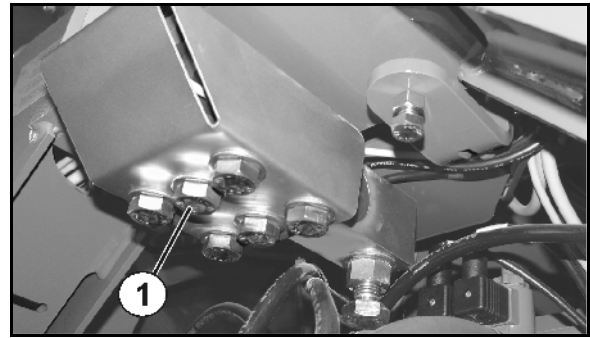

Fig. 53
- 6 skruer til vejecellen (Fig. 53/1)